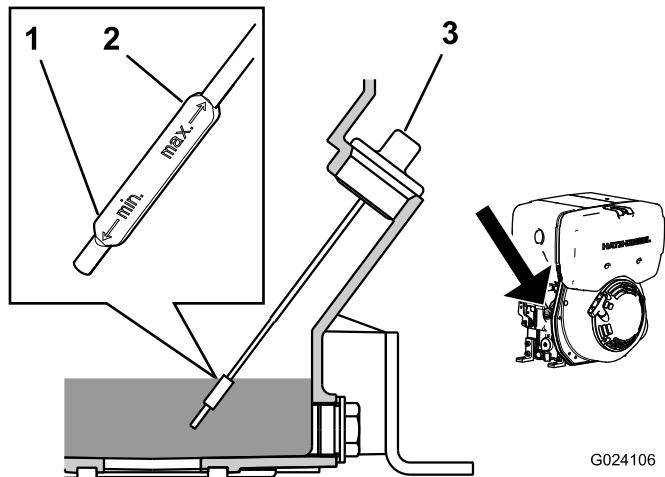

Рисунок 26
6. Очистите поверхность вокруг измерительного щупа (Рисунок 26), чтобы загрязнения не могли попасть в заливное отверстие и привести к повреждению двигателя.